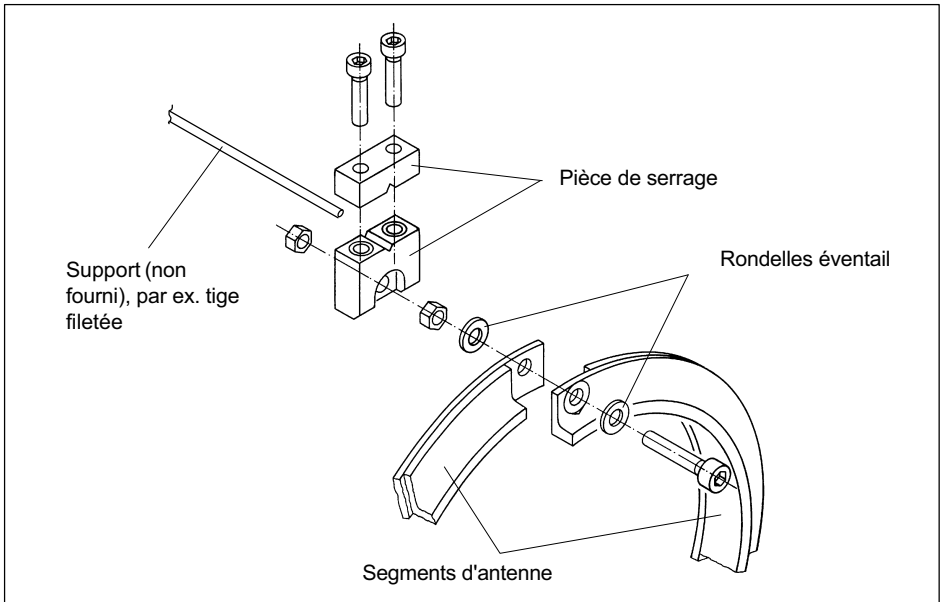

Fig. 6.7 Montage de la pièce de serrage
2. Fixer la pièce de serrage au moyen des vis fournies conformément à la Fig. 6.7. Utiliser impérativement des rondelles éventail neuves !